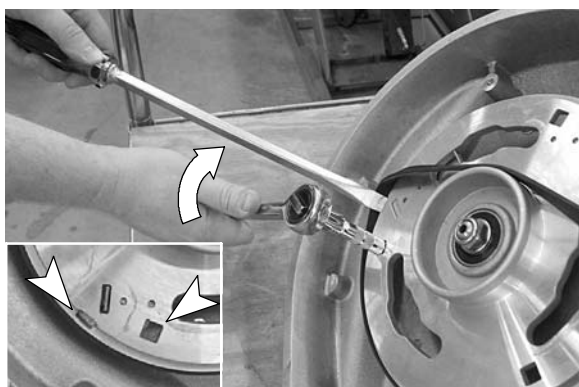

FIG. 70
6. Pour installer la courroie, utilisez un cliquet d'entraîneur de douille et un large tournevis plat comme illustré. L'entraîneur de moyeu est équipé avec des fentes pour outil (Figure 70).